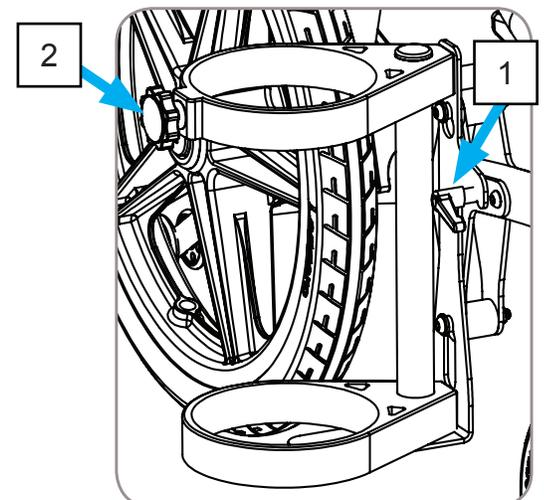

Figure 34
3. Serrez la poignée **1** pour la sécuriser. Consultez la figure 34.
5. Serrez le bouton **2**. Consultez la figure 34.